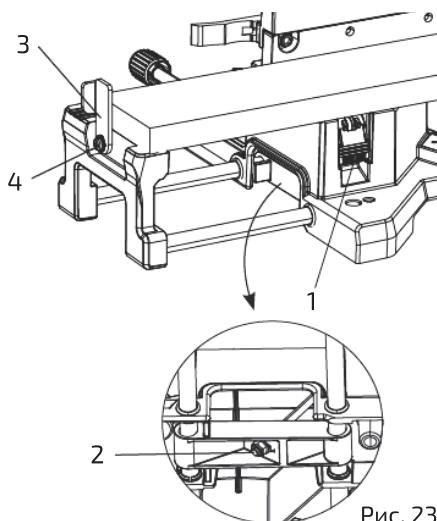

Рис. 23
1. Поднять рычаг блокировки (1) и вытянуть левое расширение стола на необходимую длину (рис. 23). Надавить на рычаг блокировки (1), чтобы зафиксировать расширение стола. При необходимости повторить процедуру для правого расширения стола.
2. Если рычаг блокировки (1) не фиксирует расширение, отрегулировать гайку (2), расположенную под основанием, повернув на $1/4$ поворота по часовой стрелке с помощью гаечного ключа 10 мм до упора.
1. Повернуть стопорную пластину (3) в вертикальное положение (рис. 23).
2. Если стопорная пластина не поворачивается, ослабить стопорный винт (4) на $1/4$ оборота при помощи отвертки и гаечного ключа 8 мм.